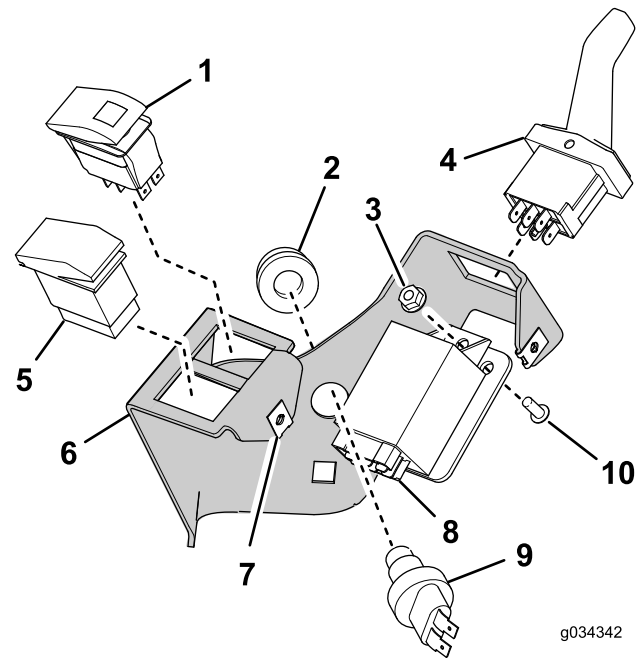

Bild 12
1. Bauen Sie die Teile ein, wie in Bild 12 abgebildet.